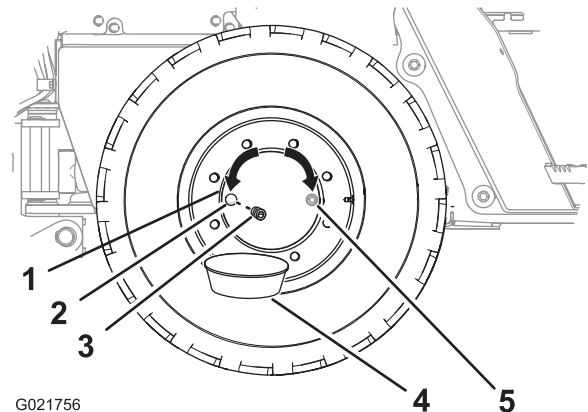

Figure 89
2. Faites avancer ou reculer la machine jusqu'à ce que le bouchon du moyeu de roue soit à la position 3 heures ou 9 heures (Figure 89).
4. Placez un bac de vidange sous l'orifice de vidange du moyeu de roue (Figure 89).
5. Retirez le bouchon du moyeu de roue (Figure 89).
6. Vérifiez que le niveau d'huile atteint le bas des filets de l'orifice d'huile (Figure 89).
8. Remettez le bouchon dans l'orifice d'huile du moyeu de roue (Figure 89).